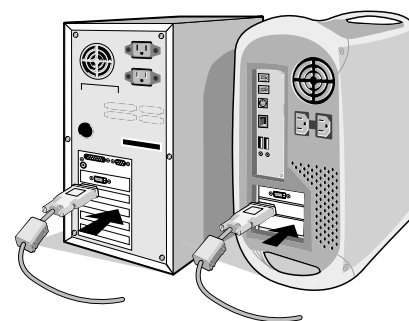

Figura A.1
2. Conecte el cable de señal DVI al conector de la tarjeta de visualización de su sistema (**figura A.1**). Apriete todos los tornillos.